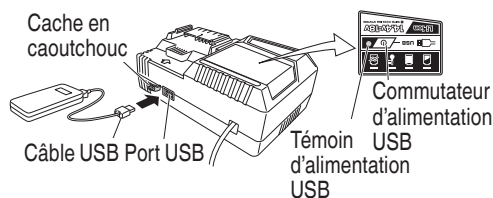

Fig. 9
(2) Mettez le commutateur d'alimentation USB sur marche (Fig. 9)
(3) Connectez le câble USB. (Fig. 9)
○ Mettez le commutateur d'alimentation USB sur arrêt et débranchez le câble d'alimentation de la prise électrique. (Fig. 9)